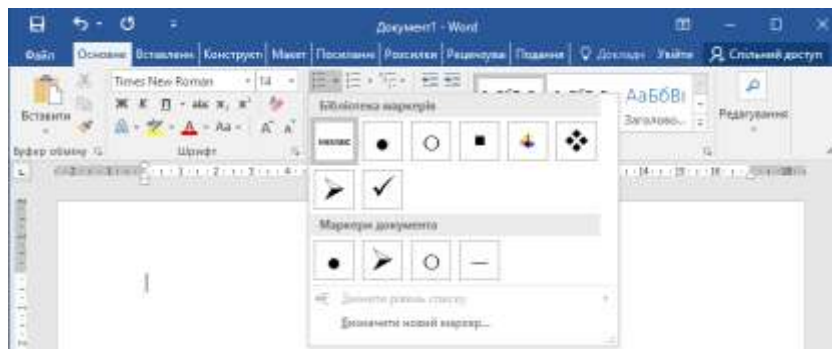
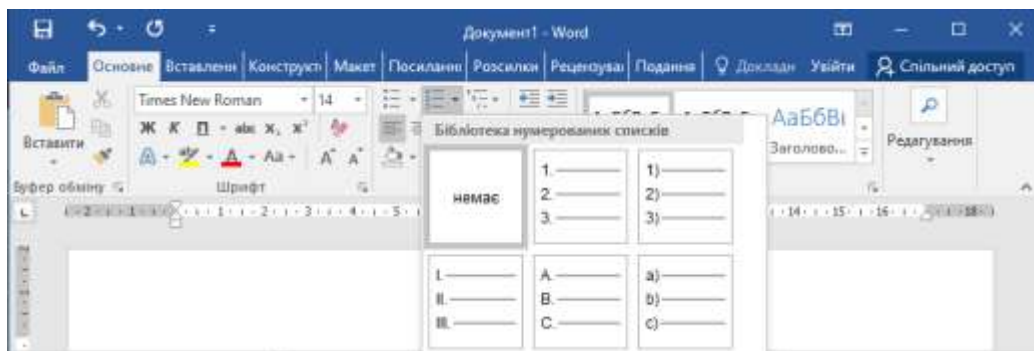

Рисунок 1.14 – Бібліотека маркерів
Рисунок 1.15 – Бібліотека нумерованих списків
15. Введіть запропонований текст. Оформіть фрагмент тексту як маркований (рисунок 1.14) та як нумерований (рисунок 1.15) списки.